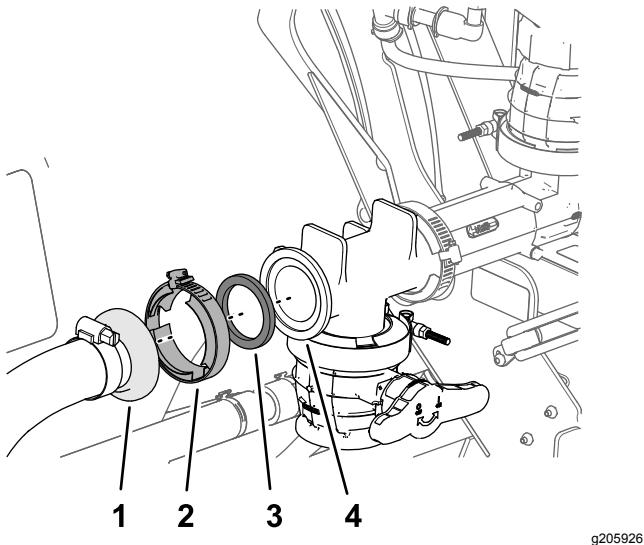

Figura 30
7. Fissate il raccordo diritto dentellato del gruppo flessibile del nebulizzatore alla flangia del raccordo a T per il nebulizzatore utilizzando una guarnizione e un morsetto flangiato e serrate manualmente il morsetto (Figura 30).